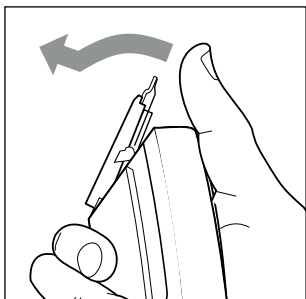
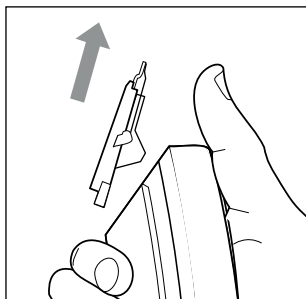

Abb. 8
Abb. 9
- 1) Drücken Sie zuerst den Scherkopf **1** mit dem Daumen nach vorne vom Gerät ab (siehe Abb. 8). Ziehen Sie dann den Scherkopf **1** nach oben aus dem Gerät (siehe Abb. 9).